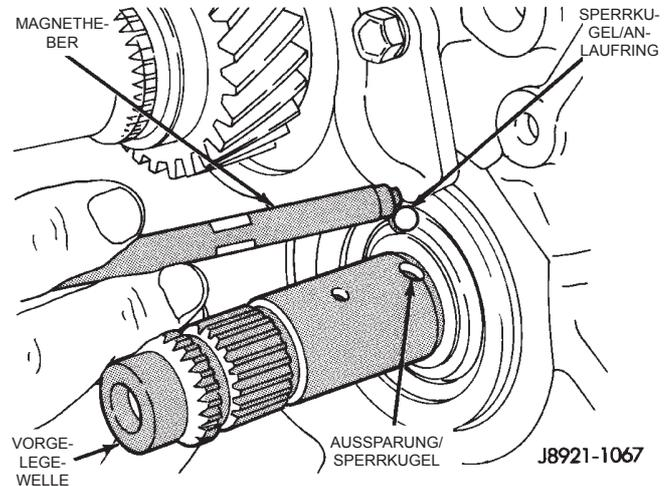

Abb. 60 Sperrkugel des Anlaufings ausbauen
(12) Die Sperrkugel des Anlaufrings für den fünften Gang mit einem Magnetheber aus der Vorgelegewelle herausziehen (Abb. 60).